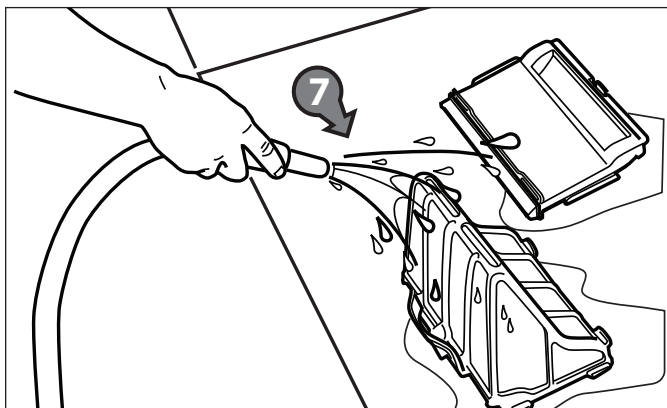

Figura 24. Lave el depósito del filtro
9. Vacíe todos los desechos del depósito del filtro, luego enjuague el depósito, el soporte del filtro y el limpiador bajo agua o con una manguera (Figura 24).